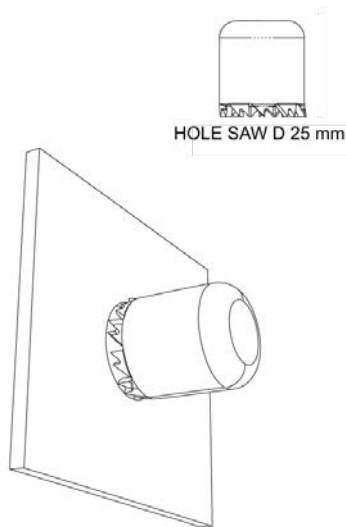

Abb. 1 Ausschnitt Bedienteil
1. An der gewünschten Position ist ein runder Ausschnitt (Durchmesser 25 mm) mit z.B. einem Lochbohrer vorzusehen (siehe Abb. 1).